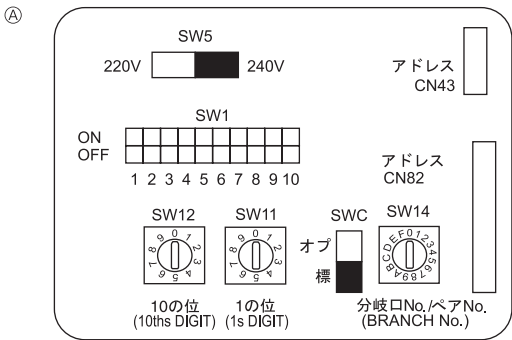

Fig. 4-4
4.5. Configuration des adresses (Fig. 4-4)
- ① Comment définir les adresses
4.6. Détection de la température ambiante à l'aide du capteur intégré de la commande à distance (Fig. 4-4)